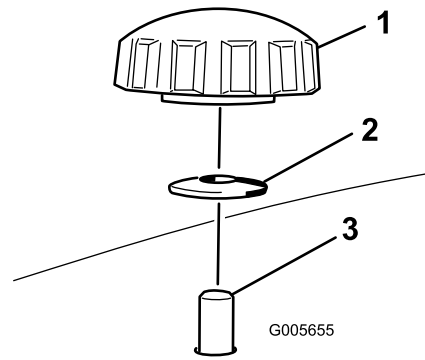

Bild 4
2. Befestigen Sie das linke Ablenkblech am Mähwerk; befestigen Sie Bolzen am Ablenkblech von der Oberseite des Mähwerks mit zwei Handrädern und Wellenscheiben (Schalenseite zum Mäher), wie in Bild 3 und Bild 4 dargestellt.
3. Setzen Sie das rechte Ablenklech ein und befestigen Sie es mit zwei Handrädern und Wellenscheiben (kappenförmige Seite zum Mähwerk), wie in Bild 3 und Bild 4 abgebildet.